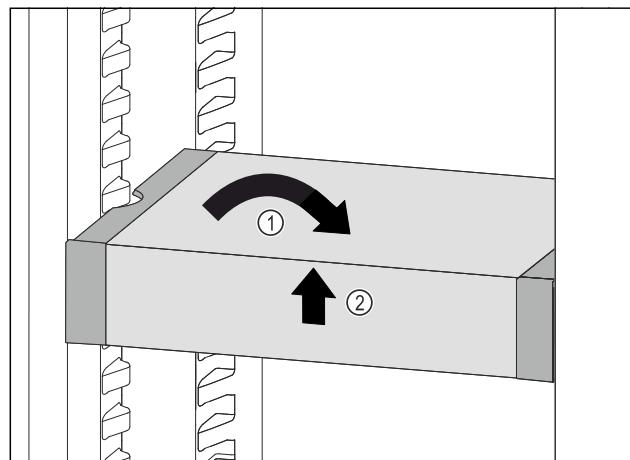

Fig. 108
- Plasser VarioSafe rett. Fig. 108 (1)
- Løft VarioSafe opp i forkant. Fig. 108 (2)